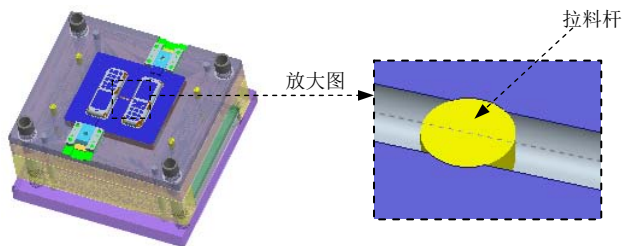

图 31.95 定义拉料杆
Step3. 定义拉料杆。单击 **EMX 工具** 功能选项卡 **顶杆** 控制区域中的 **定义** 按钮 ，系统弹出“顶杆”对话框；单击“顶杆”对话框中的 **(1)点** 按钮，系统弹出“选择”对话框，选择 Step1 创建的点；在对话框中的 **DM1-直径** 下拉列表中选择 5.0，取消选中 ☐ **自动长度** 复选框，在 **LG1-长度** 下拉列表中选择 160，在对话框中选中 ☒ **按面组/参照模型修剪** 复选框，单击“完成”按钮 ，结果如图 31.95 所示，然后将拉伸的曲面隐藏。